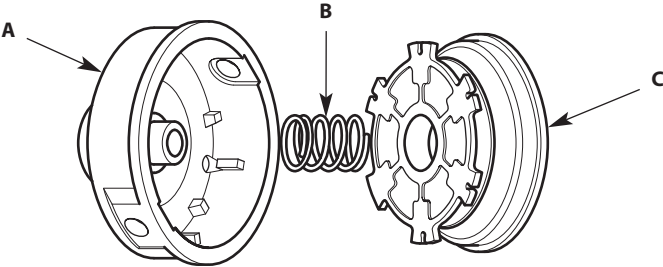

Fig. 2
4. Remove the inner reel from the outer spool (Fig. 2).
5. Remove the spring from the inner reel (Fig. 2).
4. Retirez l'enrouleur intérieur de la bobine extérieure (Fig. 2).
5. Retirez le ressort de l'enrouleur intérieur (Fig. 2).